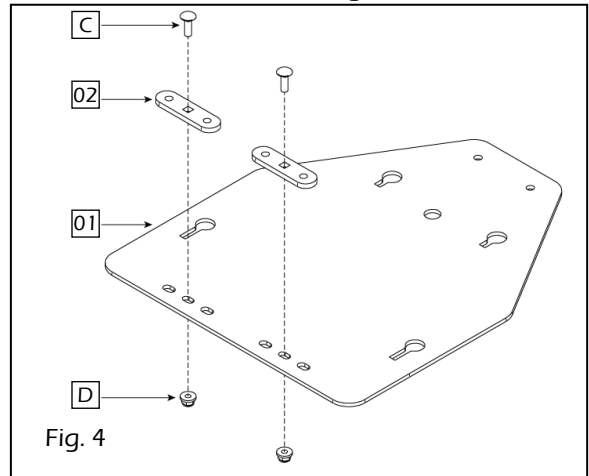

Fig. 4
- 5) Préassemblez les deux (2) espaceurs **02** avec deux (2) boulons de carrosserie M8-1.25 x 25 mm **C** et deux (2) écrous hex. M8-1.25 **D**. Serrez les premiers filets seulement. Consultez la figure 4.